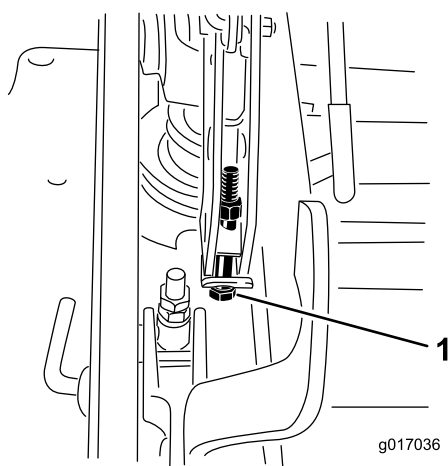

Figura 90
13. Si la carcasa está demasiado baja, apriete el perno del ajuste de un solo punto girándolo en el sentido de las agujas del reloj. Si la carcasa está demasiado alta, afloje el perno del ajuste de un solo punto girándolo en sentido antihorario (Figura 90).
14. Apriete los 2 pernos en el borde inferior de la pletina de altura de corte (Figura 90).